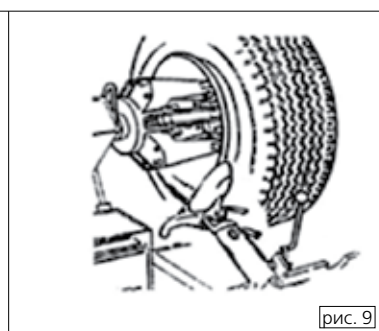

рис. 9
Все нижеследующие манипуляции можно проводить только с полностью отключенным держателем инструмента (рис. 9).
- (6) Отведите диск (12) от борта шины, отпустите блокировку (10), переведите консоль в исходное положение, переведите диск (12) к внутреннему борту шины.
- (7) Повторите операцию до тех пор, пока шина не будет полностью снята с диска (рис. 9). При переводе инструмента в рабочее положение, будьте внимательны, держите руки как можно дальше, чтобы избежать травм.